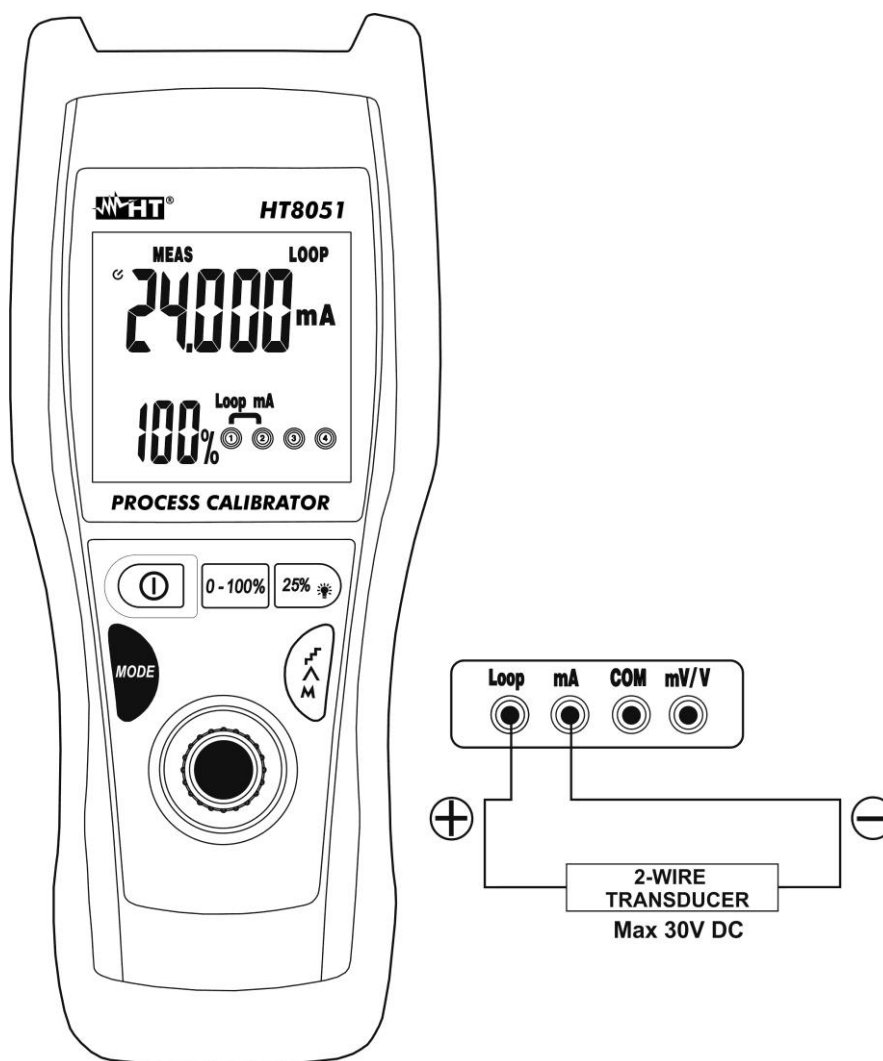

Fig. 7: Medição de correntes CC na saída de transdutores externos (Loop)
- Ligar a ponteira verde e a ponteira preta ao transdutor externo respeitando a polaridade e o sentido da corrente (ver a Fig. 7).
- A mensagem **"-OL-"** indica que a corrente em exame excede o valor máximo mensurável pelo instrumento. Para a geração do valor negativo da tensão, rodar as ponteiras de medida no sentido oposto em relação à ligação da Fig. 7.